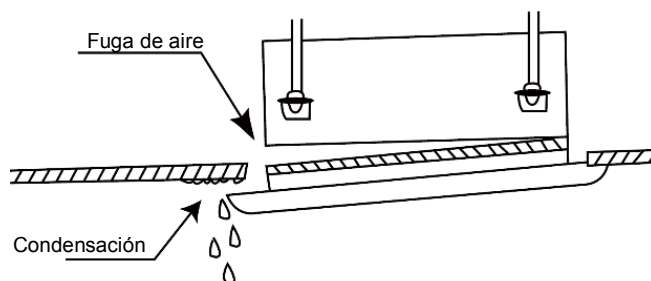

Fig.32
(2). El atornillado incorrecto de los tornillos puede ocasionar los problemas que se muestran en la Fig. 32.